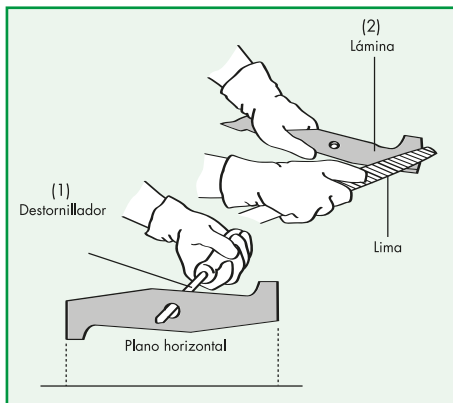

Figura 8
5. Asegúrese de que la lámina esté balanceada. Utilice un destornillador y mantenga la lámina paralela al plano horizontal, como muestra la Figura 8. Una lámina que está balanceada va a quedar paralela al piso, caso contrario, el lado pesado va a girar en dirección al piso. Afile el lado pesado hasta que la lámina quede equilibrada.